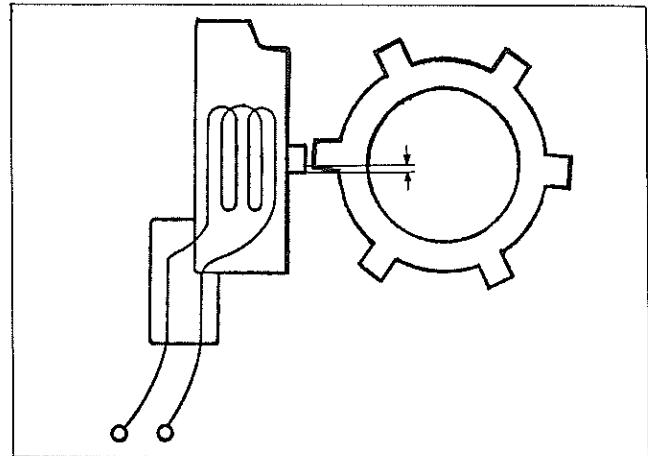

図5-50 デイストリビュータ セット位置
- (4) 図5-50のように、シグナル ロータの歯がシグナル ゼネレータの歯と対抗した直後にハウジングをセットし、セット ボルトを取り付ける。
- (5) ロータ カバー、キャップを取り付け、取りはずした部品を取り付ける。
- (6) 点火時期の調整をする。